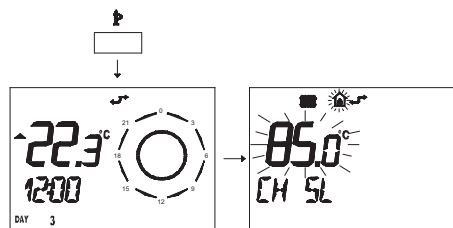

Figura 5.44
- Premere per più di 3 secondi il pulsante P per entrare in modalità INFO (Figura 5.44).
Premere il pulsante  per uscire dalla modalità INFO (Figura 5.44).